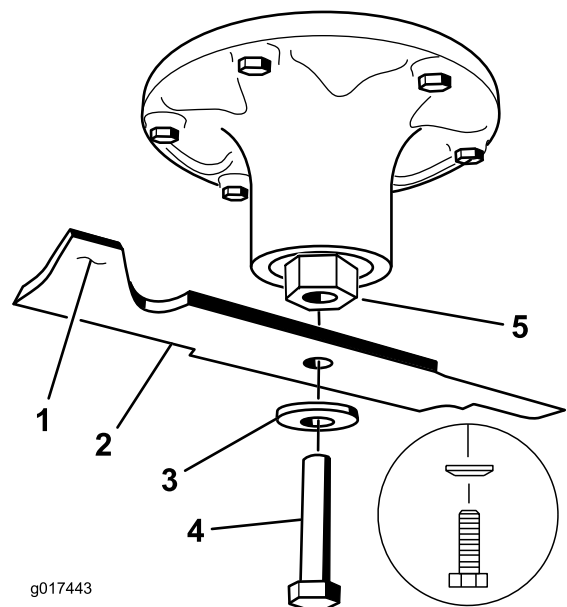

Figure 115
2. Enlevez de l'axe, le boulon, la rondelle bombée et la lame (Figure 115).
1. Placez la lame sur l'axe (Figure 115).
2. Montez la rondelle bombée et le boulon de lame (Figure 115).